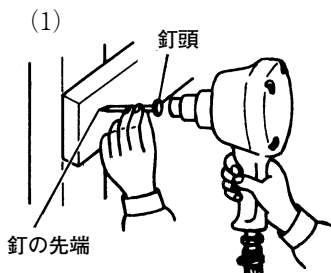

図 7
(1) 釘の軸を指で軽く持ち、釘の先端を打つ所に当てます。(図7)